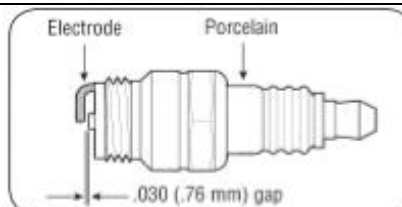

Рис.12
2. Выкрутите свечу и проверьте зазор. Значение зазора должно составлять 0,030 дюйма (0,76 мм) (см. Рис. 12).